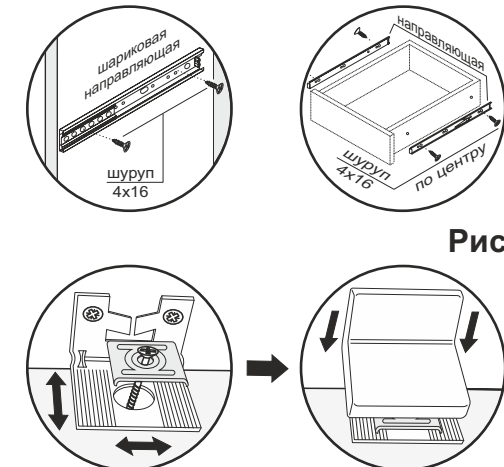

Рис.3
7. Установить изделие на постоянное место. Приложить навес с заглушкой к крыше (3) ближе к центру. Через отверстия Ø15 мм нанести отметку на ХДФ (8) и просверлить отверстие в месте крепления к стене. Затем прикрутить навес к крыше (3) шурупами 4x16 П/Ш (рис.3). **Так как материалы стен различаются, крепеж для фиксации к стене не прилагается. Для выбора подходящего крепежа обратитесь в местный специализированный магазин.**